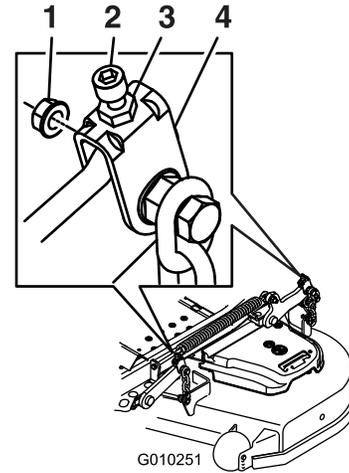

Figure 92
vis de réglage en la tournant jusqu'à obtention d'une hauteur de 7,6 cm (3 po) (Figure 92).
16. Ajustez précisément la vis de réglage en la tournant jusqu'à obtention d'une hauteur de 8,3 mm (3,25 po) (Figure 92).